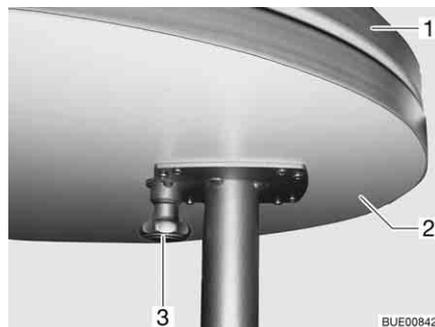

Fig. 95 Mesa fija
- Tirar el botón (Fig. 95,3) del bloqueo hacia abajo y girar la prolongación del tablero de mesa (Fig. 95,2) hacia fuera.
- Girar la prolongación del tablero de mesa (Fig. 95,2) debajo del tablero de la mesa (Fig. 95,1) hasta que se oiga engatillar el bloqueo.